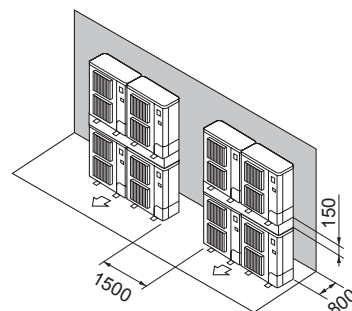

Fig. 2-18
- ⑦ Opstelling met boven elkaar geplaatste apparaten (Fig. 2-18)